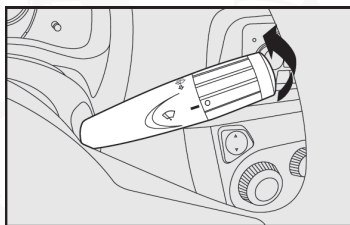

fig. 46
- 1- Funcionamiento intermitente/automático (con sensor de lluvia). Algunas versiones permiten cuatro tipos de intermitencia) de la más lenta a la más rápida) fig. 46.
Desplazando la palanca hacia el volante fig. 46 se acciona la bomba del líquido del lavaparabrisas.
#### **Lavado inteligente del parabrisas - fig. 46**